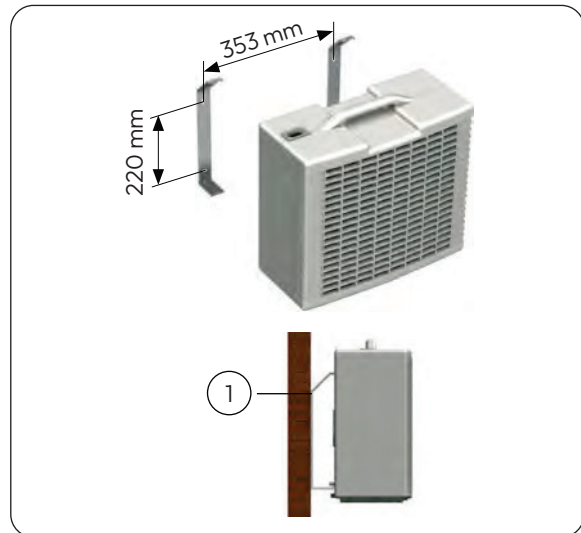
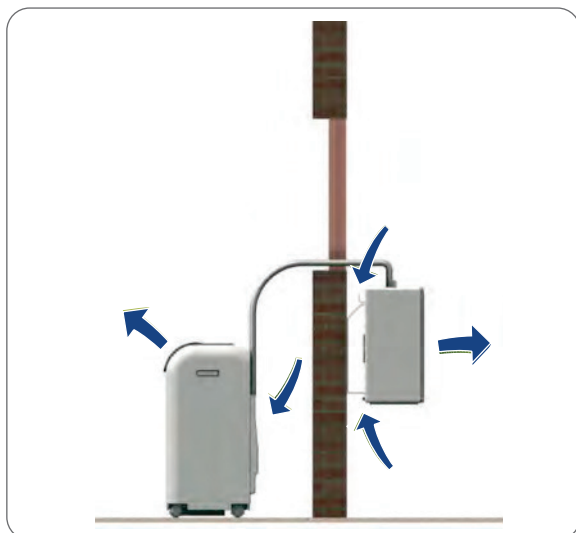

Abb. 9: Abstände Montagehalterung
Abb. 8: Notwendige Luftzirkulation
- * Hängen Sie das Außenteil in die Wandhalterungen ein, und sichern Sie es mit den mitgelieferten Schrauben M4 (Abb. 8 und Abb. 9).